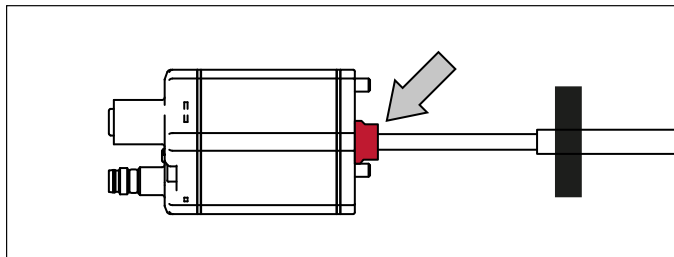

Abb. 32: Dichtung vor Einsatz in Sensorrohr HD/HL/HP entfernen
- Der Basissensor ist mit drei Schrauben am Sensorstab befestigt und lässt sich im Servicefall leicht austauschen. Der Hydraulikkreislauf bleibt geschlossen. Entfernen Sie vor dem Einschieben des Basissensors in das Sensorrohr HD/HL/HP die rote Dichtung am Übergang zwischen Sensorelektronikgehäuse und flexiblem Messstab (Abb. 32). Mehr Informationen finden Sie im Kapitel „4.11.1 Austausch des Basissensors beim Modell RH5/RFV/RF5“ auf Seite 56.